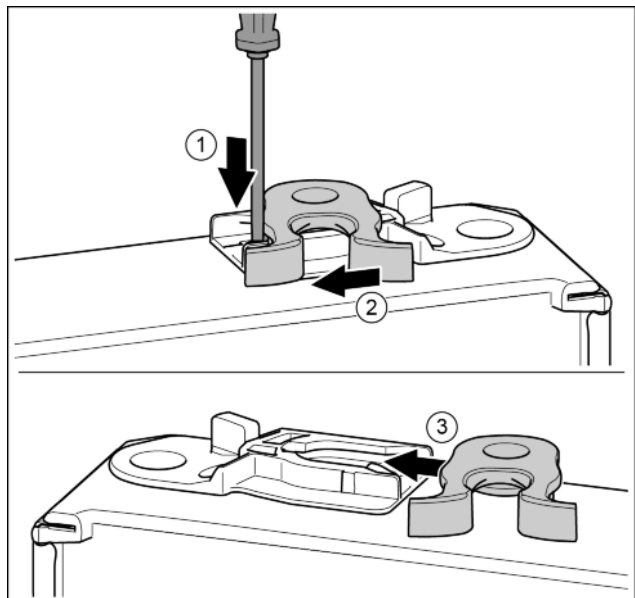

Fig. 18*
- ▶ Pousser vers le bas la languette avec un tournevis plat.* Fig. 18 (1)
- ▶ Tirer le crochet de fermeture en dehors du guide.* Fig. 18 (2)
- Pousser le crochet de fermeture dans le guide de l'autre côté.* *Fig. 18 (3)*